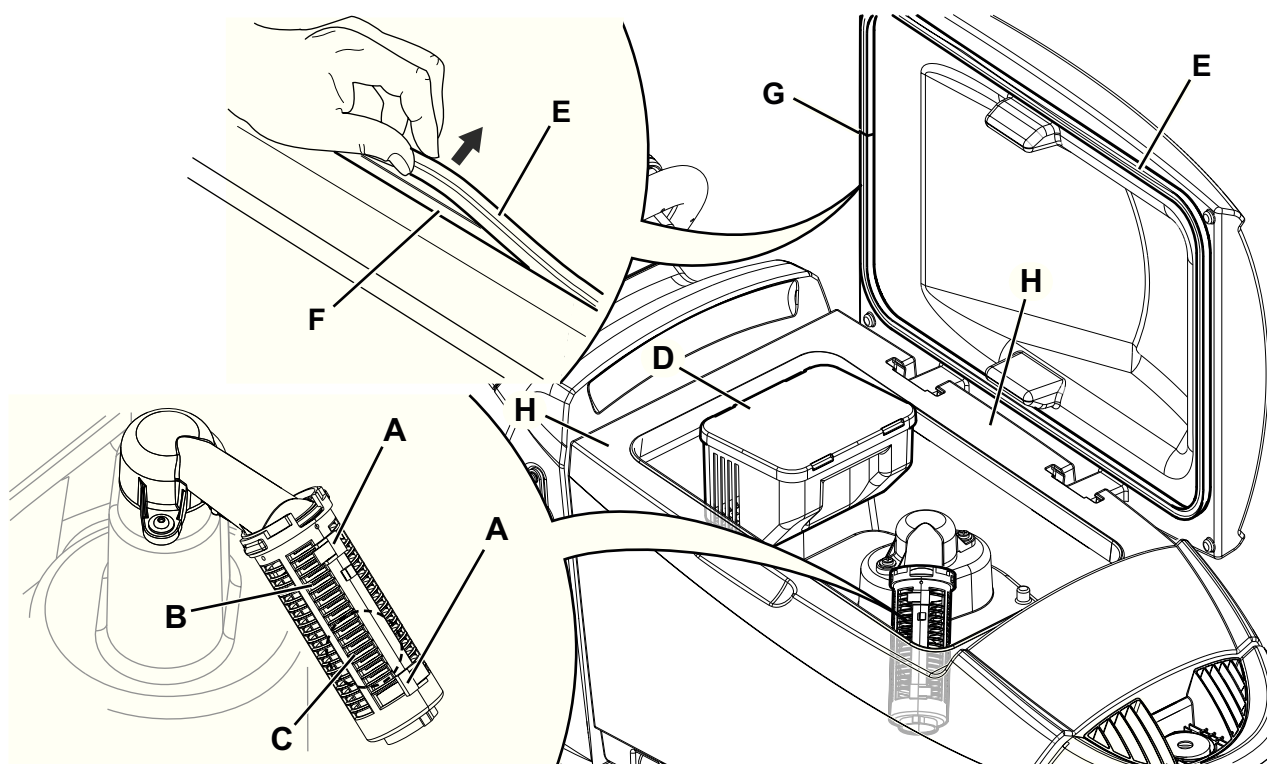

Рис. 11
2. Убедитесь, что машина отключена и ключ оператора (41) извлечен.
3. Поднимите крышку (34).
4. Промойте бак (33) и крышку чистой водой.
5. Слейте воду из бачка с помощью шланга (12).
6. Очистите вакуумную сетку (31), разомкните фиксаторы (А, Рис. 11), откройте сетку (В) и извлеките поплавков (С), затем тщательно очистите и установите его на место.
7. Снимите бак для мусора (D) и откройте его крышку. Аккуратно очистите его и установите на вакуумный шланг.